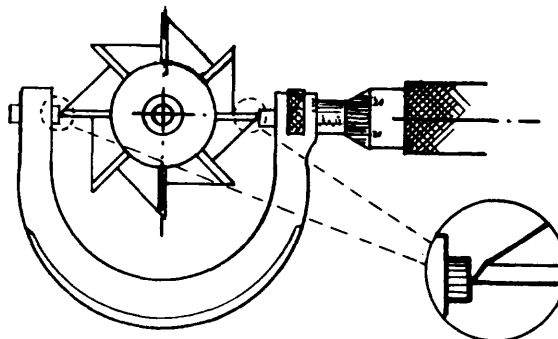

Fig. 8
1. Las caras de contacto de las puntas del micrómetro deben apoyar en las aristas de corte de los dientes (fig. 8).